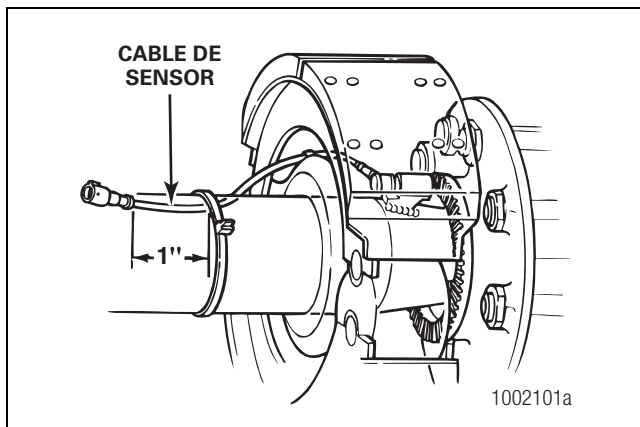

Figura 6.2
- Enrute el cable del sensor hacia la cámara del freno, sobre la araña del freno y por detrás del eje. Asegure el cable al eje entre la araña del freno y los soportes de la suspensión. Siga enrutando el cable del sensor por detrás de los asientos de las muelles. Asegure el cable al eje a una pulgada de distancia del conector del sensor moldeado. Figura 6.2.